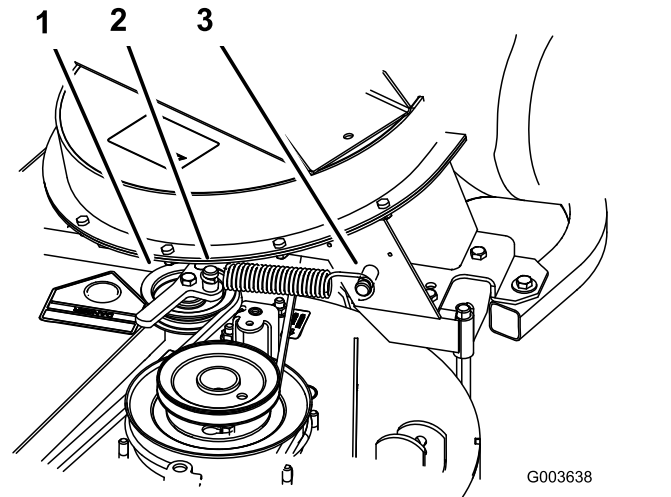

Bild 41
6. Setzen Sie die Feder ein, siehe Bild 41.